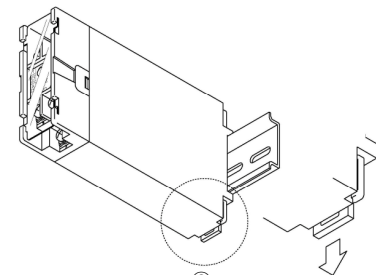

図 3.2-3
本器の下部にある取り外しレバー②にマイナスドライバーを差し込み、取り外しレバーを下げながら DIN レールから取り外してください。(図 3.2-3)
(2) 表面取り付け